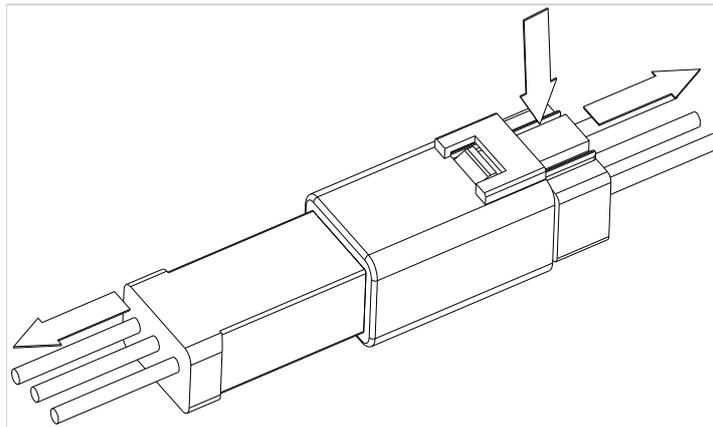

Figura 7-2 Remova o Conector a Prova d' água
2. Desconecte o conector de cabo a prova d' água das ventoinhas, como mostra a figura 7-2.